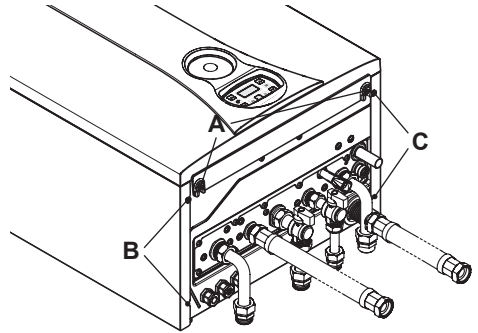
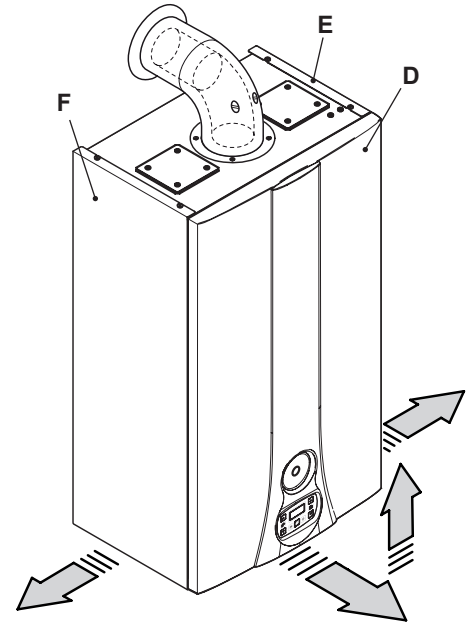

Figura 9.5
Figura 9.6
- Svitare le viti A e rimuovere il pannello frontale D tirandolo a sé e quindi spingendolo verso l'alto in modo da liberarlo dalle sedi superiori (Figura 9.5 e Figura 9.6).
- Allentare la viti B e C in Figura 9.5 e togliere i due pannelli laterali E ed F tirandoli verso l'esterno.
osite viti A (Figura 9.5).